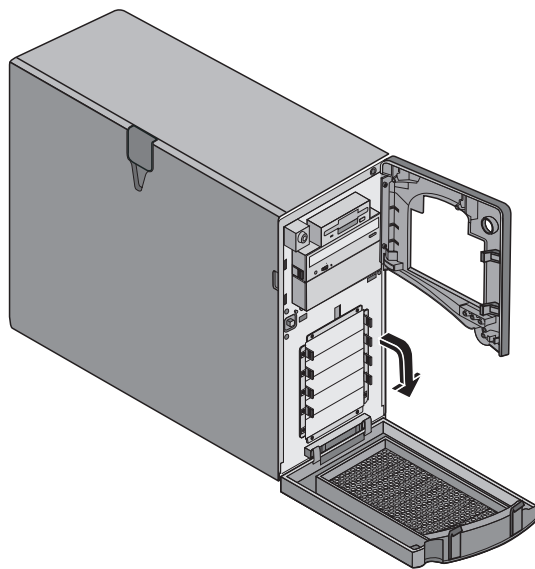

图 2-3: 下层面板 (已打开)
- 通过前端的下层面板可拆装 SCSI 硬盘驱动器。请参阅图 2-3。
3. 按下层面板顶部的两个卡舌，向外拉动面板，并放下挡盖。请参阅图 2-3。